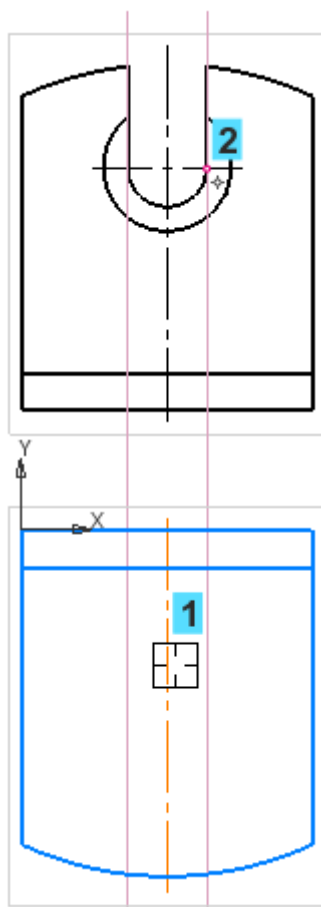

Рисунок 8
- Укажите крайнюю точку отверстия (точку 2) на главном виде при помощи привязки Ближайшая точка.(рисунок 8)